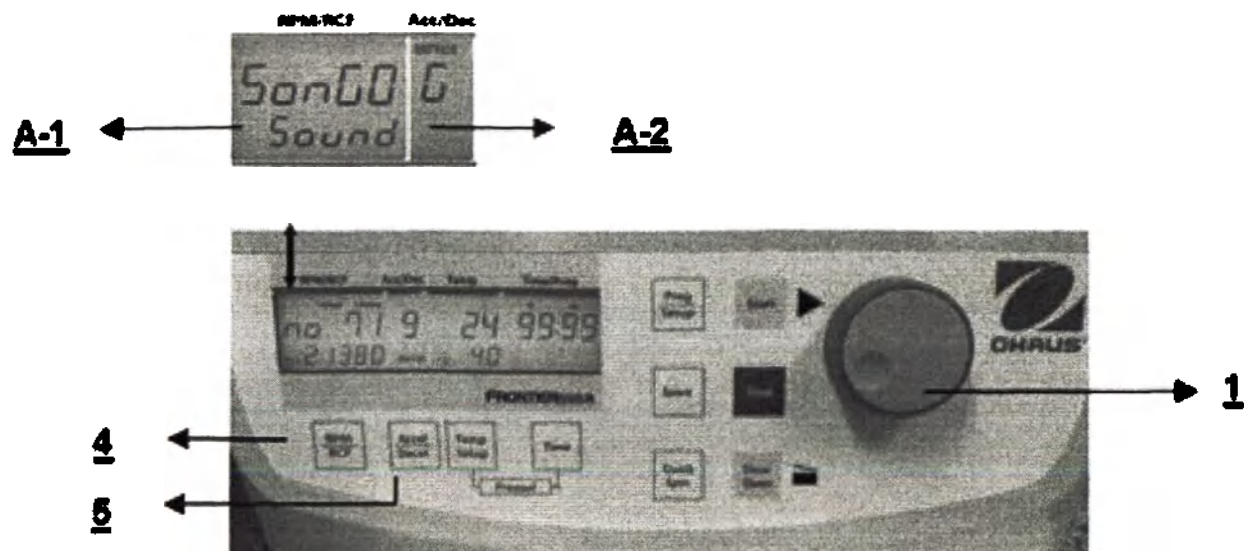

Рис. 35
Включите режим установки параметров, как указано в разделе 4.1.2, затем нажмите кнопку **Accel/Decel** (5). В поле **Acc/Dec** (A-2) экрана будет мигать слово **Service**. Вращая рукоять (1), выберите символ **G**. В поле **RPM | RCF** (A-1) в этом случае появится текст **SonGo/Sound**. Нажав кнопку **RPM | RCF** (4), с помощью рукояти (1) можно выбрать мелодию (см. рис. 35).